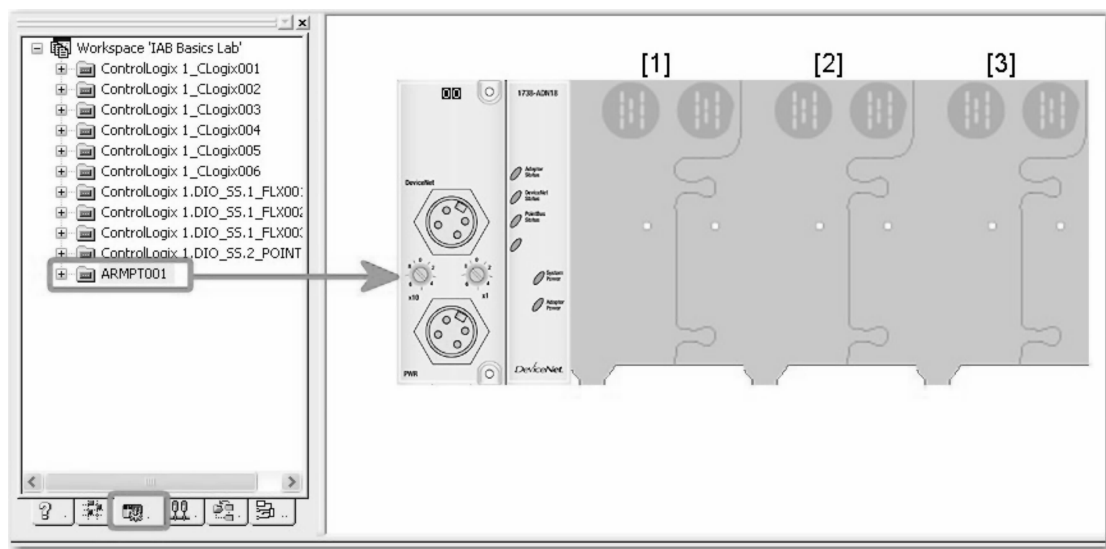

图 26-106 节点的机架视图
3. 单击“硬件”（Hardware）选项卡。刚刚添加的 ArmorPoint 适配器会在列表底部显示为 ARMPT001。单击 ARMPT001 项（还可以通过双击网络视图中的节点图标打开硬件视图）。将出现 ArmorPoint 节点的机架视图。1738-ADN18 适配器将显示，其中具有三个空插槽。IAB 会在通过拖放方式将适配器添加到网络时，自动创建该 ArmorPoint 组件（“机架”），以及与 DeviceNet 网络之间的连接，如图 26-106 所示。